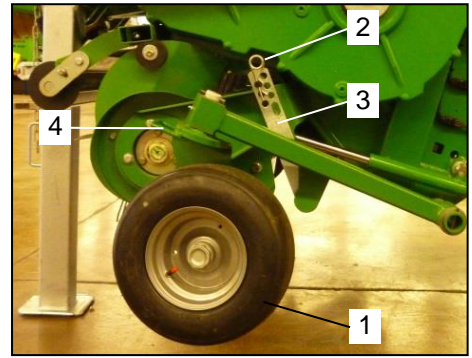

Bild 105: Tasträder
- Heben Sie die Pick-Up soweit an, bis Sie genügend Freiraum zum Verstellen der Tasträder (Bild 105 / Pos.1) haben.
- Entfernen Sie den Federvorstecker (Bild 105 / Pos.2) zum Sichern der Koppelstange (Bild 105 / Pos.3).
- Halten Sie das Tastrad an dem Griff (Bild 105 / Pos.4) hoch und lösen Sie die Koppelstange (Bild 105 / Pos.3) vom Aufnahmebolzen.
- Verstellen Sie die Höhe des Tastrades wie gewünscht und hängen Sie die Koppelstange (Bild 105 / Pos.3) in die jeweilige Bohrung an den Aufnahmebolzen ein.
- Sichern Sie die Koppelstange (Bild 105 / Pos.3) mit dem Federstecker (Bild 105 / Pos.2).